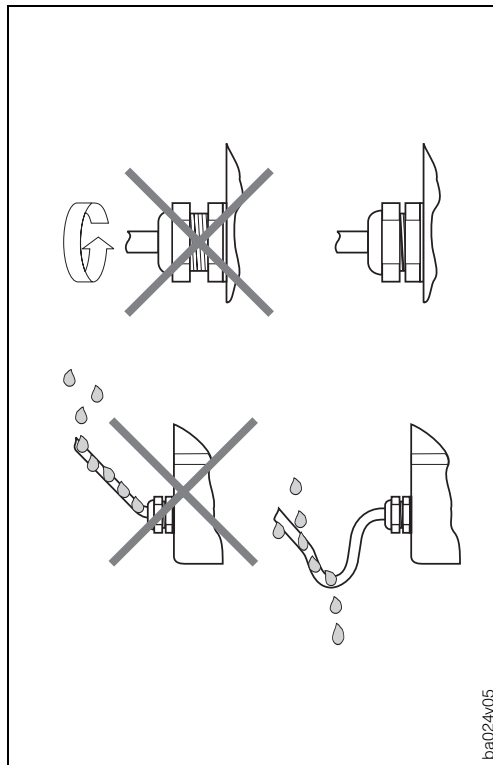

Abb. 5
- Kabeleinführung fest anziehen (Abb. 5).
- Kabel vor der Kabeleinführung in einer Schlaufe verlegen. Auftretende Feuchtigkeit kann so nicht zur Einführung gelangen (Abb. 5).